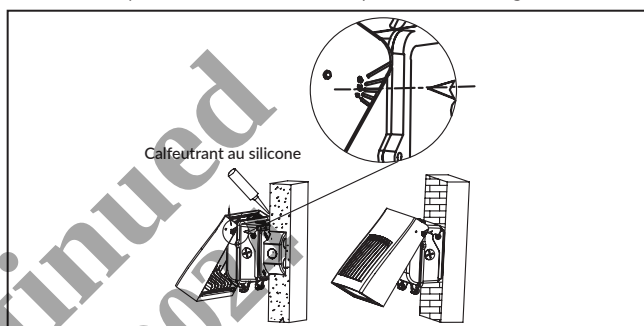

Figure 11.
12. Pour assurer l'étanchéité, appliquez un calfeutrant au silicone sur le périmètre du boîtier de commande, à l'endroit où il touche le mur. Enfin, réglez l'angle de la tête du luminaire selon les besoins du projet et fixez-la en bloquant la vis à tête Philips latérale. (Figure 11)